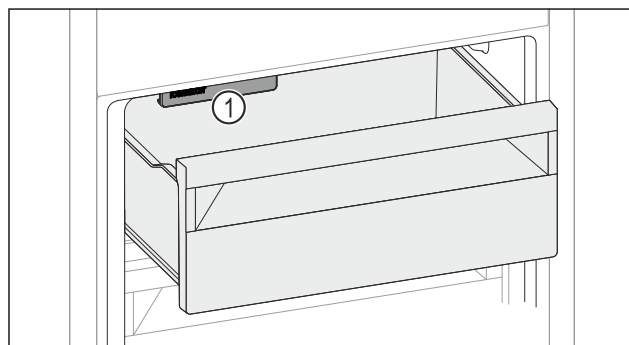

Fig. 266
- IceMaker Fig. 266 (1) berücksichtigen.